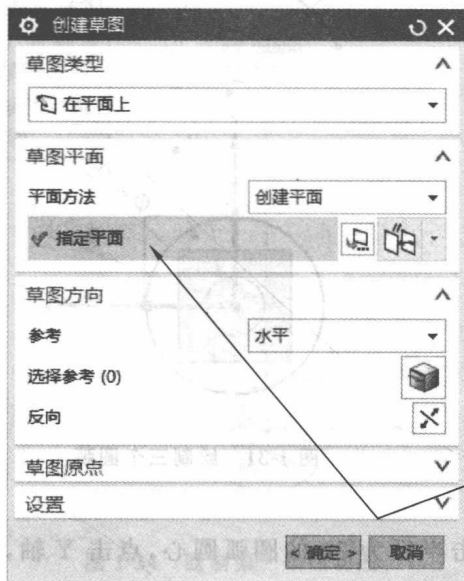
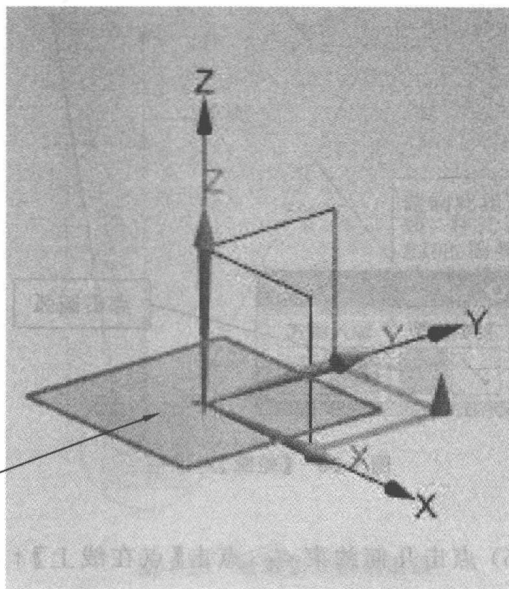

图 1-27 【创建草图】对话框
图 1-28 指定草图平面
(1) 双击打开 UG NX 10.0 , 点击 , 名称输入【caotu3】, 修改存储路径, 点击【确定】按钮。
(2) 单击 ，弹出图 1-27 所示的【创建草图】对话框，单击【指定平面】，指定图 1-28 所示的 X-Y 平面，单击【确定】按钮。